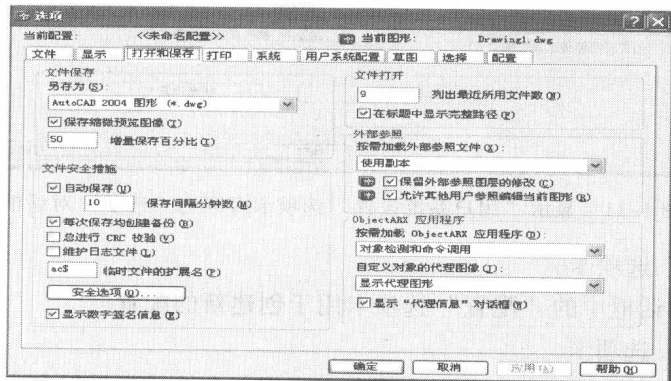

图 1-9 显示“打开和保存”选项卡内容的“选项”对话框
3. “打开和保存”选项卡 图 1-9 所示是显示“打开和保存”选项卡内容的“选项”对话框，该选项卡用于设置 AutoCAD 打开和保存文件的格式、安全措施、外部参照、应用程序等。